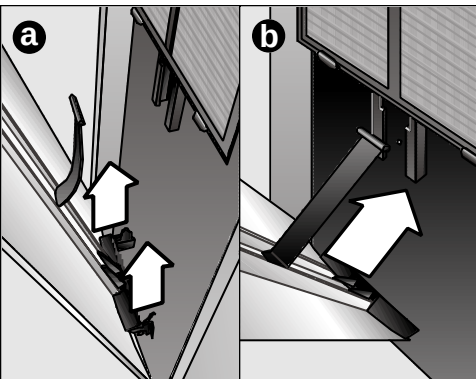

Fig. 24
- ❑ Svuotate prima l'acqua di condensa che ci può essere nel serbatoio interno, sfilando dalla sua sede il tubo di scolo dell'acqua e smontando il tappo - Fig. 24 - per evacuare l'acqua prodotta. All'avvenuto svuotamento del serbatoio, non dimenticate di collocare tappo e tubo nelle loro sedi.